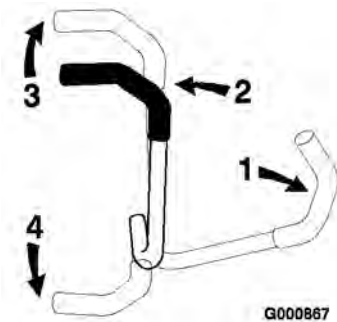

Figure 12
3. Pour vous déplacer en marche avant, poussez doucement les leviers de commande de déplacement vers l'avant (Figure 12).
Pour vous déplacer en ligne droite, appliquez une pression égale sur les deux leviers de déplacement (Figure 12).
Pour tourner, relâchez le levier de commande correspondant à la direction que vous voulez prendre (Figure 12).
2. Pour vous déplacer en marche arrière, tirez doucement les leviers en arrière (Figure 12).